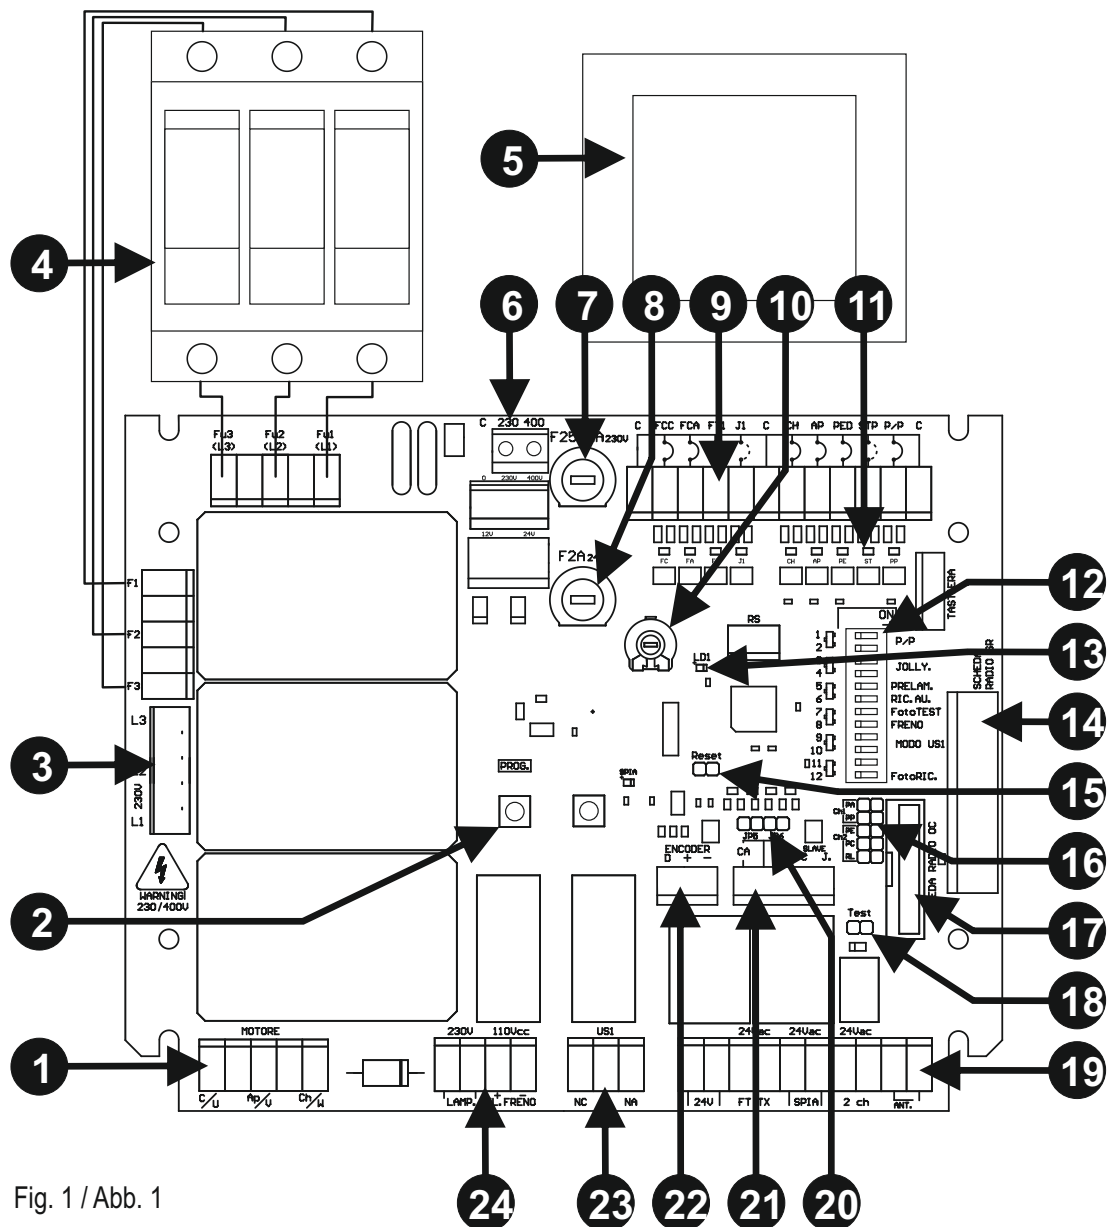

Fig. 1 / Abb. 1
Le varie opzioni descritte sono selezionabili con il dip-switch funzioni (part. 11 di fig.1).
- Quand le photo test est actif et le coffret est en stand-by, les émetteurs des photocellules ne sont pas alimentés et la sortie FT1 est ouverte (la led est éteinte). Dans cette condition il est possible de vérifier également le fonctionnement des photocellules en court-circuitant le jumper Test (part.18 fig.1).
### UTILISATION RÉCEPTEUR OC2 (pos. 17 - fig. 1)